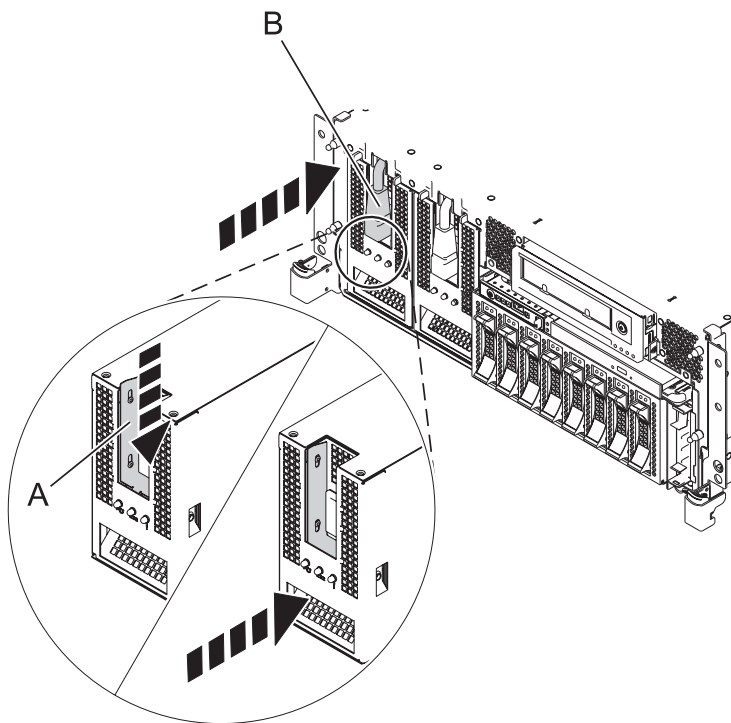

Figura 4. Sustitución de una fuente de alimentación
4. Empuje la fuente de alimentación en su sitio hasta que el mecanismo de cierre **(A)** encaje en su sitio como se muestra en la Figura 4 en la página 7.